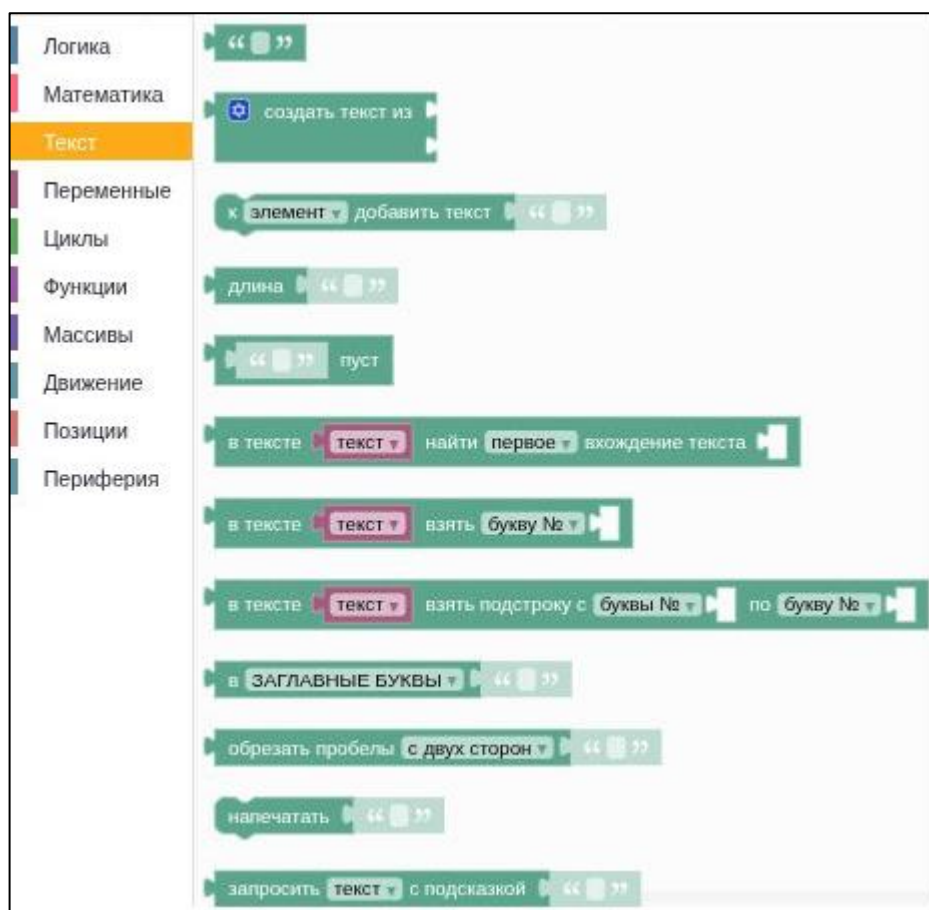

Рисунок II-16 – Раздел «Текст»
- Раздел «Текст» – набор блоков с текстовыми командами (см. Рисунок II-16).